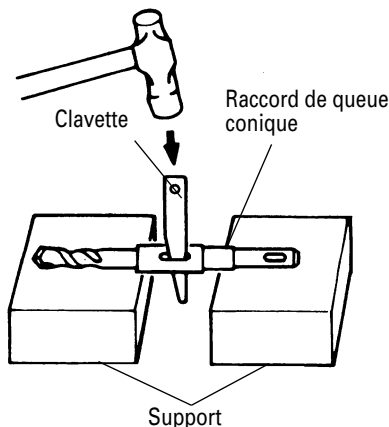

Fig. 25
- (3) Mettre l'interrupteur sur la position de marche (ON) et percer un trou de la profondeur voulue.
- (4) Pour retirer la mèche (queue conique), introduire la clavette dans la fente du raccord de queue conique et frapper la tête de la clavette avec un marteau alors que le perceuse est placée sur le support. (Fig. 25)